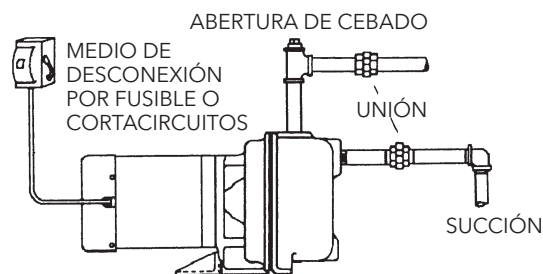

Figura 1
- Instale una unión hermética en la línea de succión cerca de la bomba. Ver la figura 1.
- Instale una T en la conexión de descarga de la bomba. Se requiere la apertura del extremo superior de la T para el cebado inicial. Ver la figura 1.
- Cee la bomba llenando con agua limpia la bomba y la tubería a través del orificio en el extremo superior de la T. Ver la figura 1.